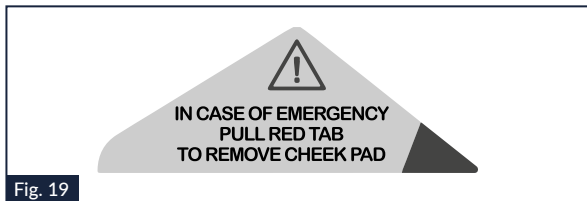

Fig. 19
- Non rimuovere gli adesivi di Fig. 19 dal casco: potrebbero fornire utili indicazioni al personale di soccorso.